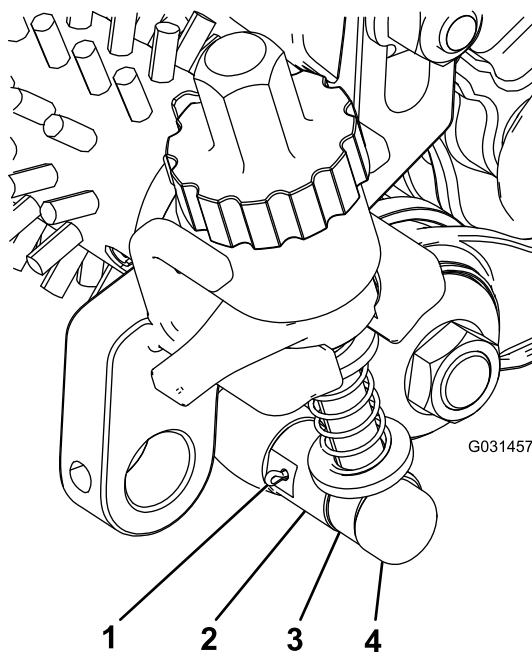

Рисунок 20
4. Присоедините шток рычага регулятора в сборе к втулке регулятора на натяжном ролике в сборе и закрепите его при помощи штифта регулятора и шплинта (Рисунок 20).